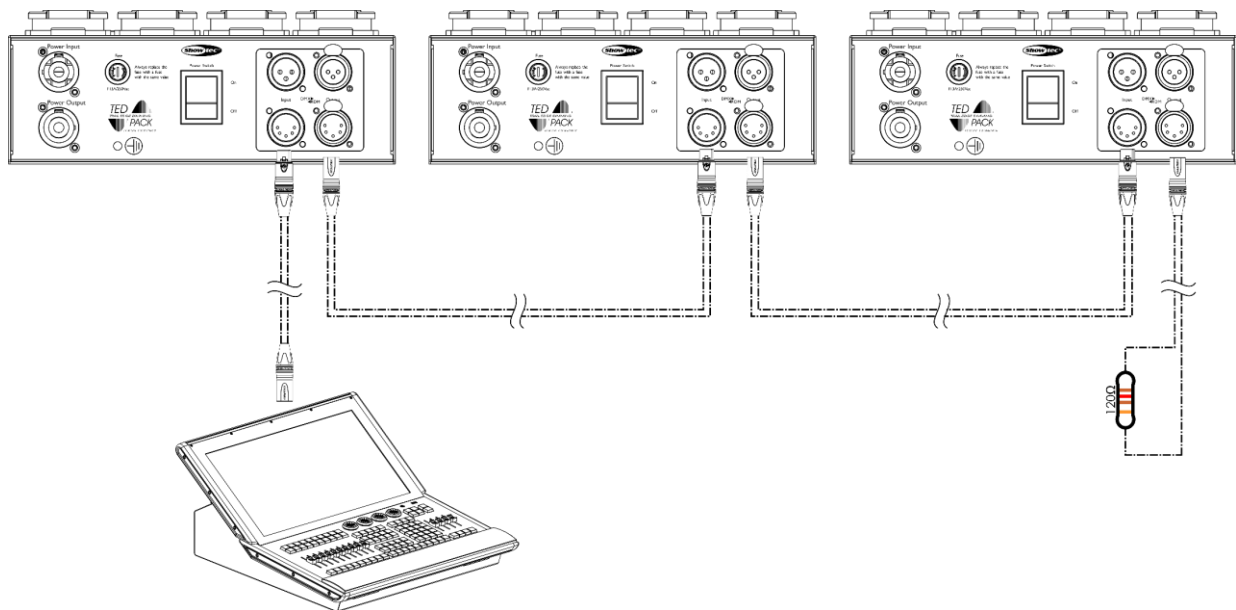

Fig. 11
- 01) Utilice un cable DMX de 3/5 clavijas para conectar el conector DMX Output (salida) del controlador de iluminación al conector DMX Input (entrada) del primer dispositivo. El **indicador LED DMX (A)** del **panel de control (02)** se iluminará.
- 03) Repita el paso 2 para todos los dispositivos de la conexión en cadena como se indica en la Fig. 11.